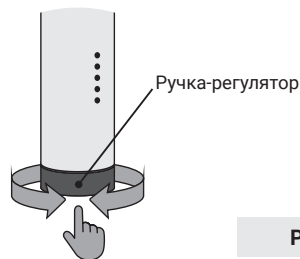

Рис.3
6.1. При нажатии на поворотный элемент (ручку-регулятор) происходит последовательное переключение между режимами (Таймер | Экстра сушка | Температура). Вращение ручки-регулятора позволяет задавать необходимые параметры температуры или времени в выбранном режиме (рис. 3).
6.3. Поворот ручки регулятора (рис. 3) по часовой стрелке включает изделие в режиме нагрева с регулировкой температуры: